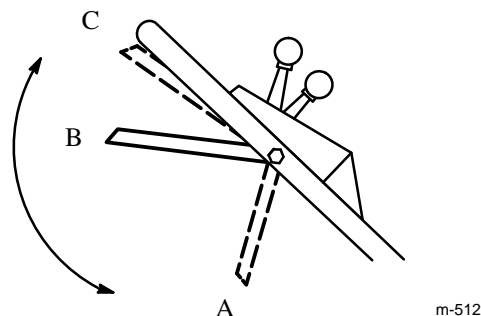

Abbildung 11
3. **BETRIEB VON MÄHWERK UND ANTRIEB** (Abb. 11) – Den Fahrtriebshebel von Position “A” nach rechts schieben und auf Position “B” heben, um das Mähwerk einzukuppeln. Zum Fahren den Fahrtriebshebel gegen die Griffstange auf Position “C” drücken. Um den Antrieb auszukuppeln, das Mähwerk jedoch eingekuppelt zu lassen, den Fahrtriebshebel langsam auf Position “B” loslassen. Zum Selbstantrieb bei ausgekuppeltem Mähwerk einfach den Fahrtriebshebel gegen die Griffstange auf Position “C” drücken, ohne ihn nach rechts zu schieben.